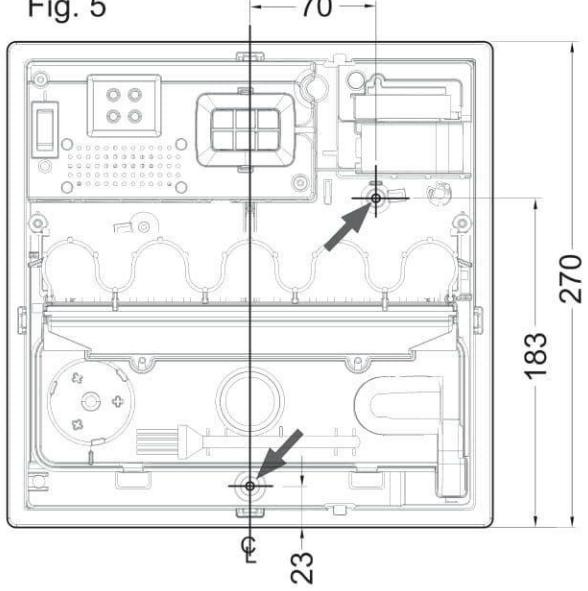

Fig. 8
Найдите на модуле преобразователя выступ, которым он сцеплен с основанием поддона (1), и аккуратно отцепите модуль. Убедитесь, что кабель не загораживает диск преобразователя. Чтобы не защемить кабель между клапаном и поддоном, пропустите его через прорезь в углу поддона (2). - См. рис. 8.